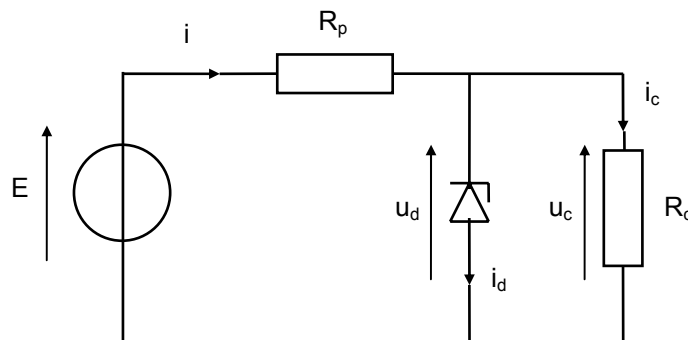

Figure 60
15. Dans le montage de la Figure 60, la diode Zener est supposée parfaite. Sa tension Zener  $U_Z$  est égale à 6,2V et sa puissance maximale est de 1,3W.